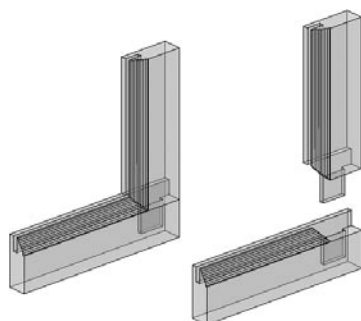

Figure 8.15
- » **Le raccord des moulures par coupe d'onglet** (fig. 8.15) est obtenu par un avancement de l'arasement de la valeur de la rainure ; les deux moulures sont reliées entre elles par une coupe d'onglet (deux pentes à 45°). La rainure est alignée sur la mortaise.